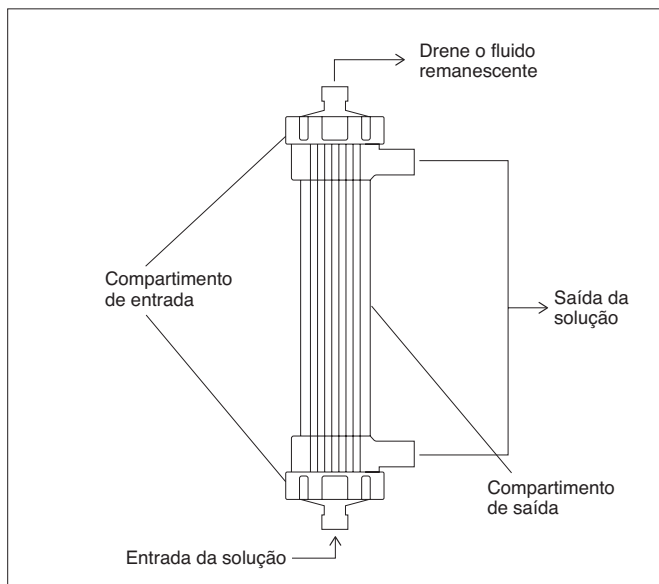

Figura 1 Método de Instalação
- Evite congelar o dispositivo, pois o dispositivo é preenchido com água de osmose inversa (OI).
- Conecte o dispositivo de modo que o fluido de diálise seja filtrado a partir da parte interna da fibra oca para a parte externa (Figura 1). Se o dispositivo estiver conectado de forma incorreta, a qualidade adequada de água pode não ser obtida.